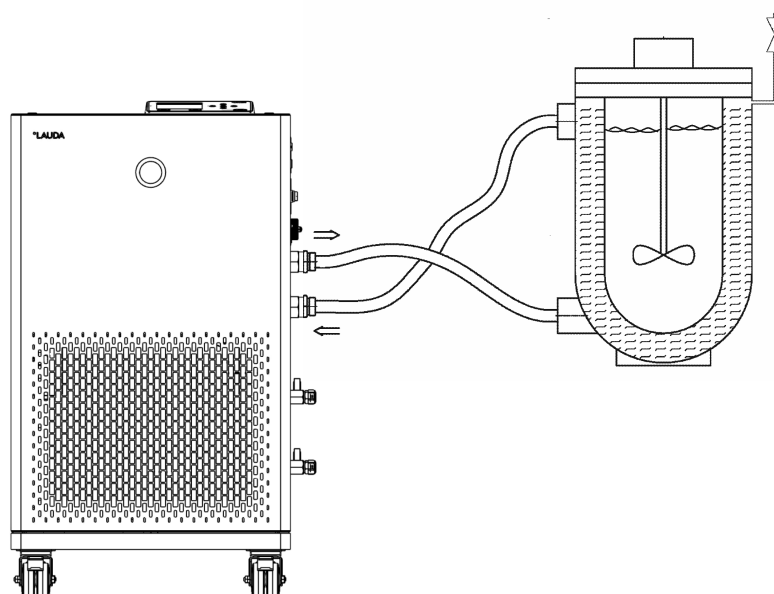

Fig. 13: Esquema de conexión con válvula de purga de aire
- En función del diseño de aplicación, una válvula de purga de aire puede simplificar significativamente el proceso de purga de aire. La válvula de purga de aire debe estar situada en el punto más alto del circuito (Fig. 13).
La aplicación externa debe conectarse de acuerdo con el esquema (Fig. 13) para que las burbujas de gas/vapor puedan eliminarse del sistema y sea posible un funcionamiento sin interrupciones. La alimentación de la bomba debe conectarse a la conexión inferior de la aplicación. La tubería de retorno hacia la boquilla de bomba debe conectarse a la conexión superior de la aplicación. De este modo, la aplicación fluye de abajo hacia arriba.